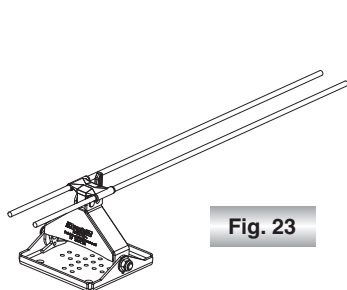

Fig. 23
1) Introducir el extremo de los dos cables en la segunda ancla de extremo, Fig. 23. Si es necesario, cortar los cables a aproximadamente un metro más allá de la segunda ancla de extremo.